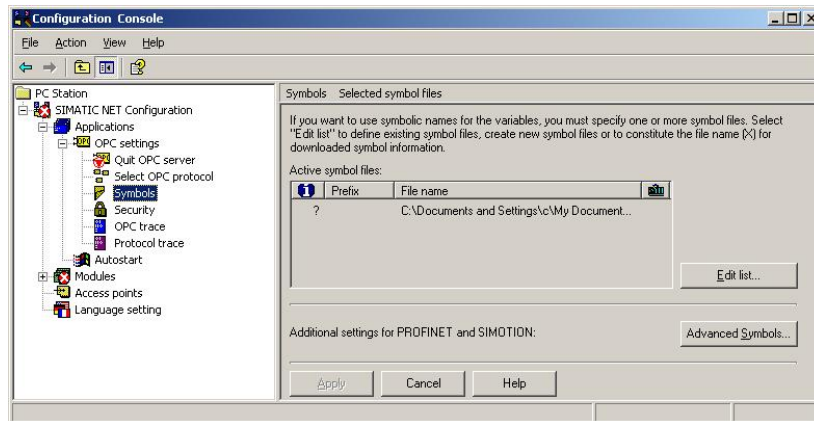
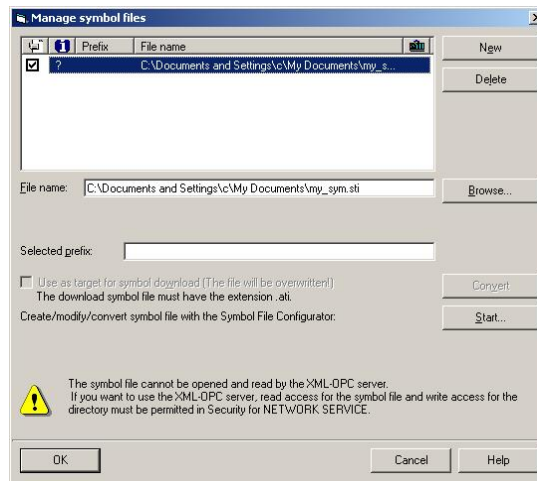

图 18 选“ Edit list...”
图 19 管理符号文件
- 鼠标单击图 18 的“ Symbols ”，然后鼠标单击“ Edit list...”。
- 鼠标单击图 19 的“ Browse”按钮，选择前“ Symbol File Configurator”所编辑的“ my_sym.sti”文件，接下来鼠标单击“ OK”，回到图 18，鼠标单击“ Apply”即可完成符号文件导入。